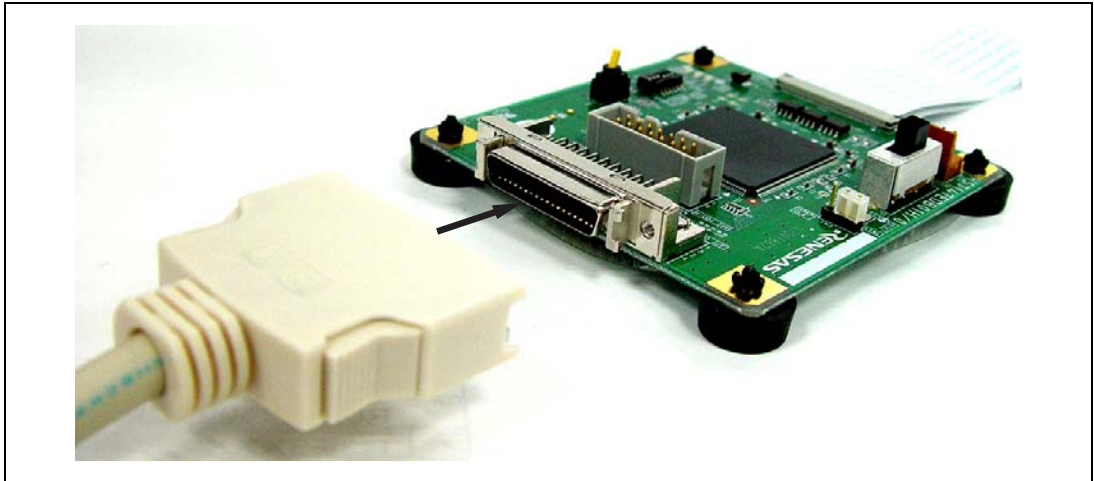
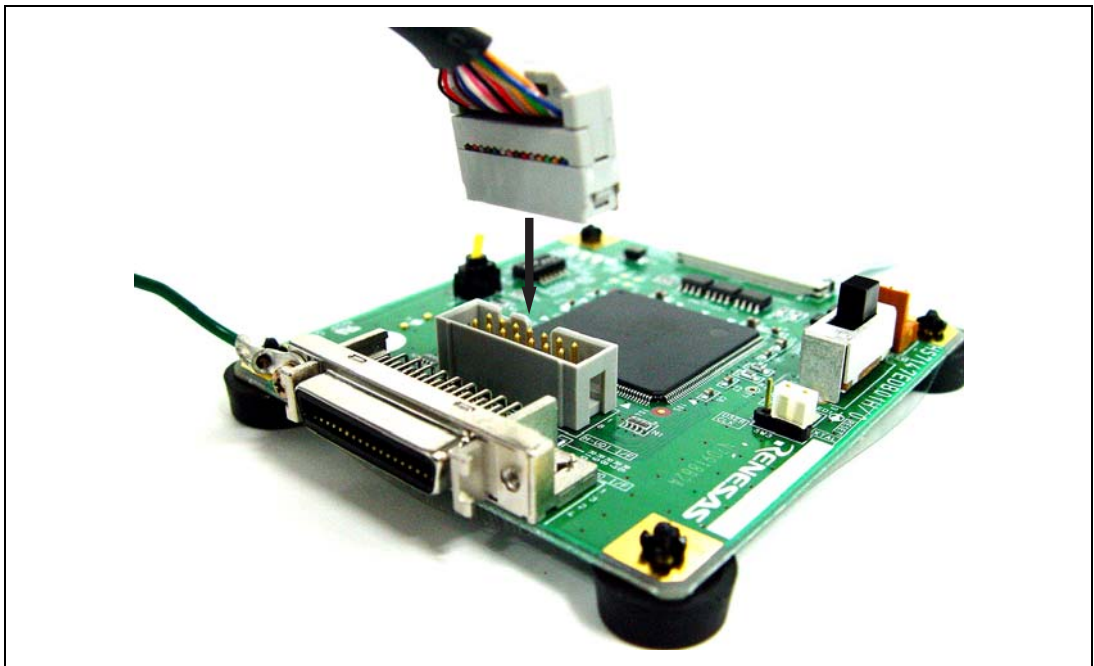

図 2.3 デバッグ MCU ボードとユーザインタフェースケーブル(36 ピン)の接続
図 2.4 デバッグ MCU ボードとユーザインタフェースケーブル(14 ピン)の接続
2. 図2.3、図2.4のようにユーザインタフェースケーブルの14ピンコネクタまたは36ピンコネクタをデバッグMCU ボード上のH-UDIインタフェースコネクタに接続してください。